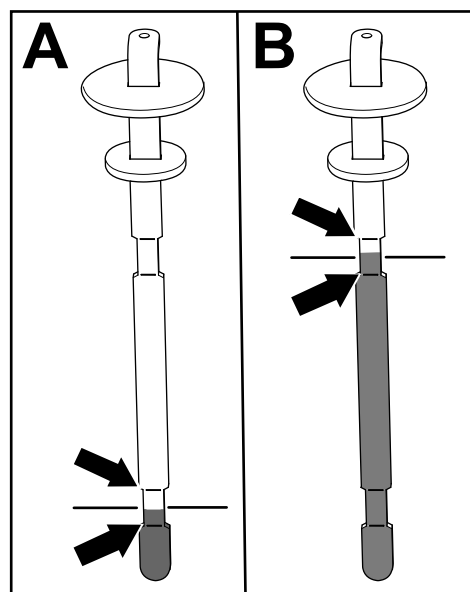

Figure 80
5. Ressortez la jauge et vérifiez le niveau de liquide (Figure 80).
- Si l'unité de coupe est montée sur la machine : le niveau de liquide hydraulique est correct quand il se situe entre les 2 repères inférieurs sur la jauge (A de la Figure 80). Il est également acceptable que le niveau de liquide dépasse les repères inférieurs.
- Si le kit flexible d'accessoire à entraînement hydraulique est monté sur la machine : le niveau de liquide hydraulique est correct quand il se situe entre les 2 repères supérieurs sur la jauge (B de la Figure 80).